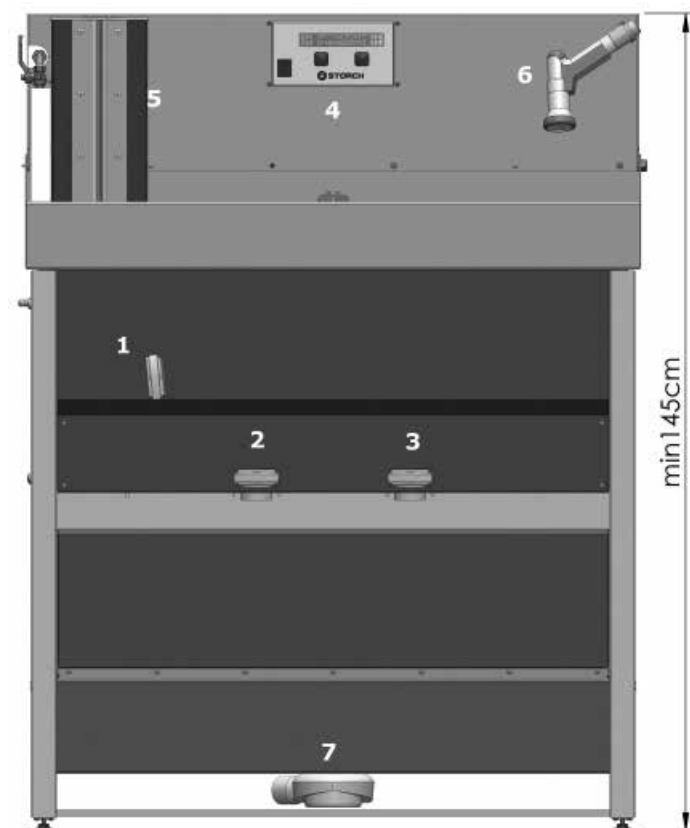

Fig. 1
Dopo l'avvenuto posizionamento dell'impianto, collegare lo scarico (7) incluso nella fornitura Fig. 1, 2 al condotto di scarico dato. Altezza dello scarico dato mass. 100 mm
- nella fornitura (6) Fig. 1
- Pulire rulli in TurboWash (articoli compresi nella fornitura del ColorFree top Set) (5) Fig. 1, 2, 5, 6
- Accendere l'impianto all'interruttore on / off (4) Fig. 1
Ciò può accadere in caso di livello dell'acqua troppo basso nel bacino di reazione. In tal caso si aggiunge dell'aria durante il procedimento di flocculazione che è la causa della spinta ascensionale dei fiocchi. In questa situazione, aprire dopo la flocculazione non lo scarico per l'acqua pulita (1) Fig. 1, ma azionare semplicemente il processo „Acqua scaricata“ ed aprire direttamente lo scarico (2) Fig. 1 o (3) Fig. 1, a secondo da quello che viene visualizzato dai comandi.